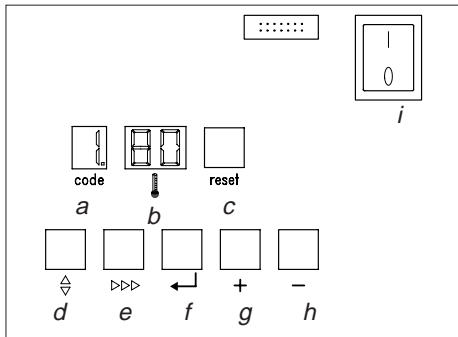

Bild 02 Schaltfeld
- ob der Kesselautomat in Störstellung ist. Wenn ja, kompletten Störungscode notieren, danach **'Reset'**-Taste (*Bild 02, Pos. c*) drücken. Folgt nach einem Start erneut eine Störabschaltung, **'Code'**-Display (*Bild 02, Pos. a*) blinkt, Kundendienst benachrichtigen.